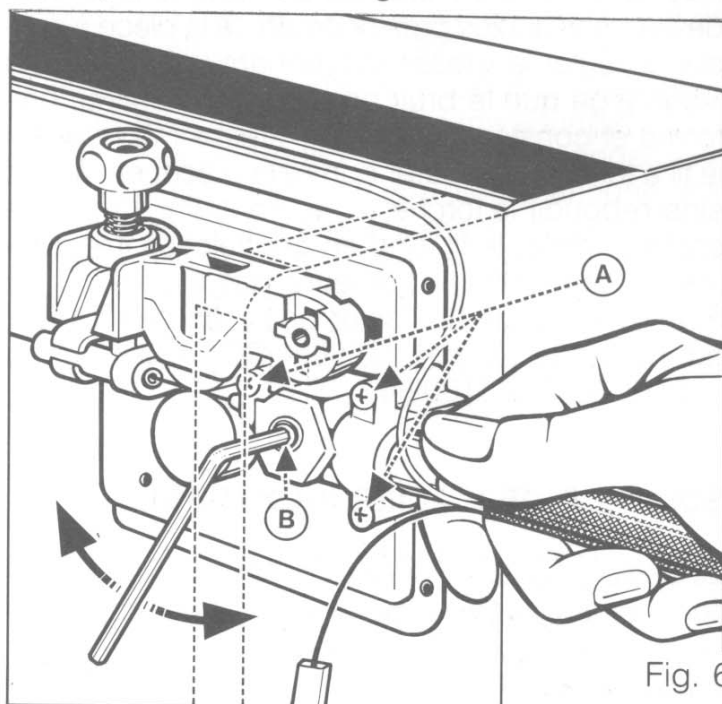

Fig. 6
N.B.: Pour le montage ou le remplacement de la torche, se référer à la Fig. 6.